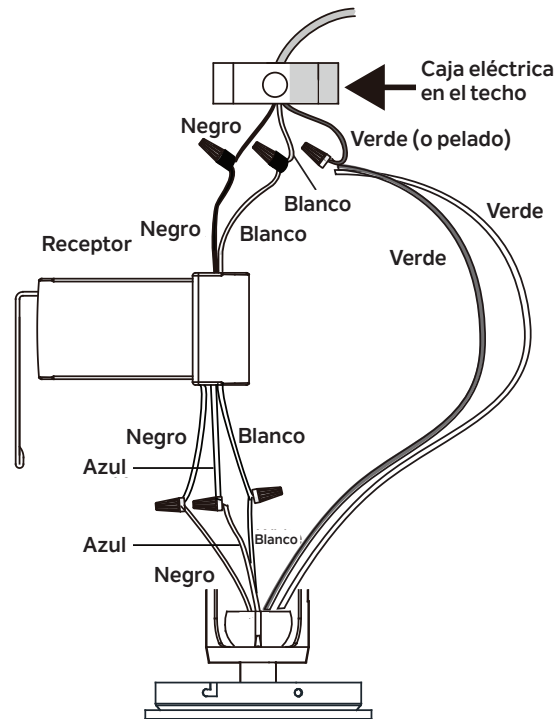

Fig. 12
**Paso 2. Conexiones eléctricas del motor al receptor: (Fig. 12)** Conecta el cable negro del ventilador al cable negro del receptor marcado "TO MOTOR L" (al motor L). Conecta el cable blanco del ventilador al cable blanco del receptor marcado con "TO MOTOR N" (al motor N). Conecta el cable azul del ventilador al cable azul del receptor marcado con "FOR LIGHT" [para la luz]. Asegura todas las conexiones de cables con las tuercas plásticas correspondientes (incluidas).
**Paso 3. (Fig. 12) Conexiones eléctricas del receptor a los cables de alimentación del hogar:** Conecta el cable negro (positivo) del techo interior al cable negro del receptor marcado con "AC in L" [Corriente Alterna en L]. Conecta el cable blanco (neutral) del techo interior al cable blanco del receptor marcado con "AC in N" (Corriente Alterna en N). Asegura las conexiones de cable con las tuercas plásticas correspondientes (incluidas).
**Paso 4. (Fig. 12)** Conecte los cables de tierra verdes del motor del ventilador al cable de tierra de la caja de salida (verde o cobre desnudo). Asegura la conexión eléctrica con una tuerca plástica incluida. Después de conectar los cables, sepáralos de manera que los cables verde y blanco queden de un lado de la caja eléctrica y los cables negro y azul queden del otro lado. Con cuidado, mete todas las conexiones eléctricas dentro de la caja.